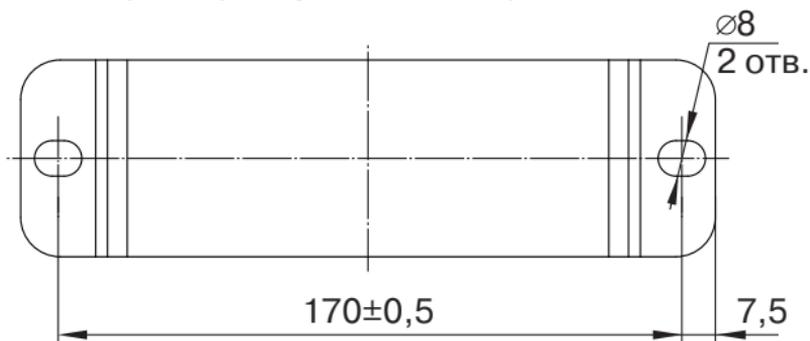

Рис. 2.
5.1. Произвести монтаж регулятора согласно присоединительным размерам, указанным на рис. 2.